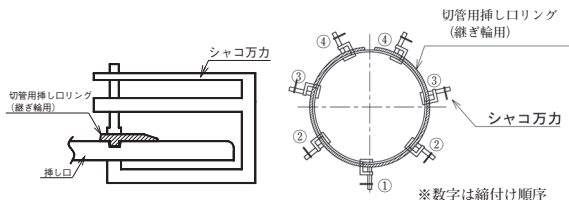

図90 切管用挿しロリングの締め付け
- ② シャコ万力を用いて、図90のように切管用挿しロリング(継ぎ輪用)の分割部の反対側から順次締め付ける。